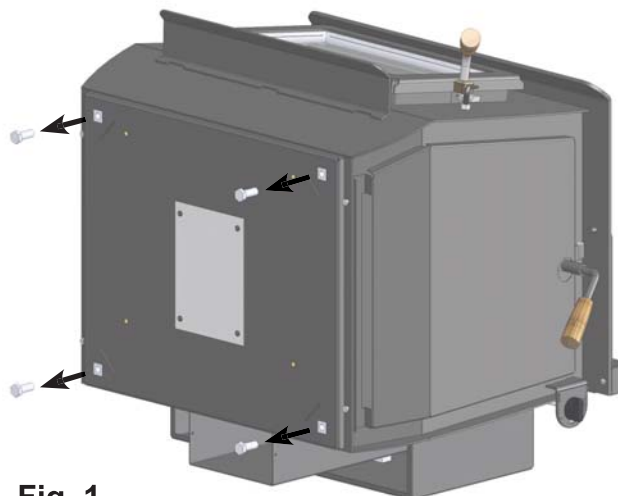

Fig. 1
2. Enlever les quatre boulons 1/2" de la plaque du dessous de l'appareil. (voir **Fig. 1**)